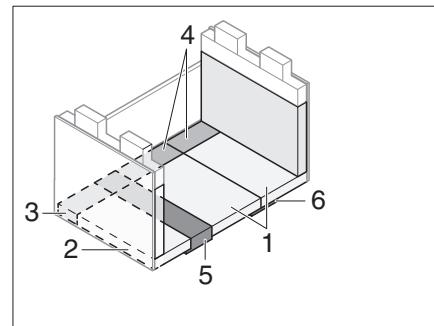

Fig. 211 Despues de la transformación
- Colocar cojín del asiento, cojín del respaldo y cojín adicional como se muestra en Fig. 211.
- ▷ Para lograr un mayor confort de reposo, se puede quitar el relleno del cojín del respaldo (Fig. 211,2).